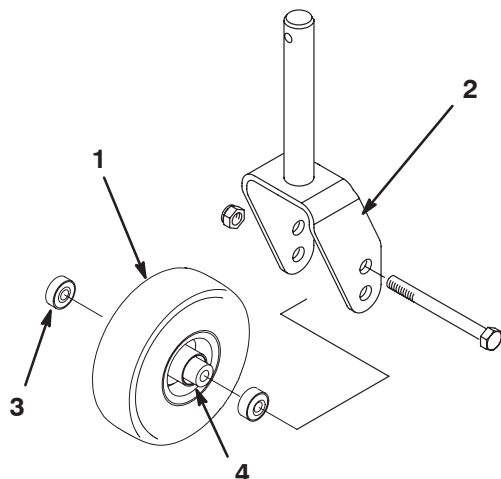
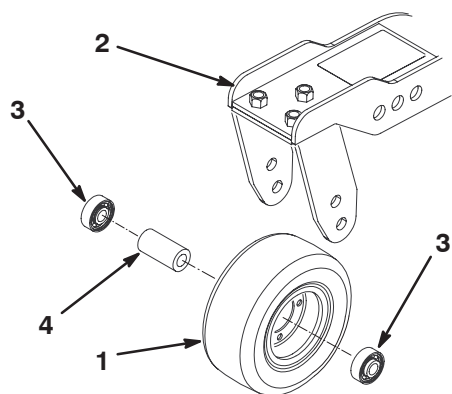

Figure 86
Figure 87
1. Retirez le contre-écrou de la vis de fixation de l'ensemble roue pivotante entre la chape (Fig. 86) ou le bras pivotant (Fig. 87). Maintenez la roue pivotante et enlevez la vis de la chape ou du bras pivotant.
2. Enlevez le roulement du moyeu de la roue et laissez tomber la douille d'écartement à l'extérieur (Fig. 86 et 87). Déposez le roulement de l'autre côté du moyeu.